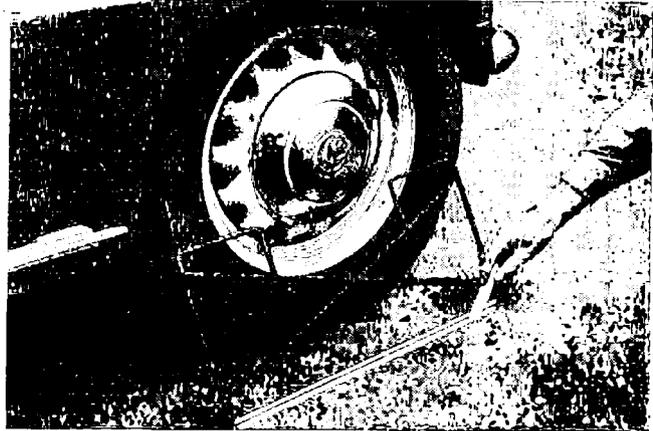

Abb. 7.
1. An der Flanke der linken Reifendecke wird die mit dem Meßgerät gelieferte Schablone aufgestellt und nach ihr am Fußboden die grundlegende Längslinie (Abb. 7) mit einer scharf zugespitzten Kreide gezogen. Wir empfehlen, die Schablone am Rad mit nur geringer Neigung aufzustellen, damit die gezogene Linie möglichst nahe am Rad steht.